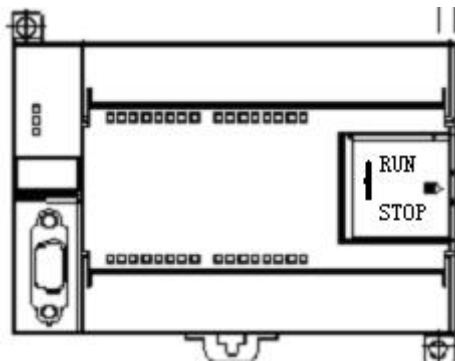

图 1-9-11 S7-200 PLC
- 5、查看西门子 PLC 硬件上模式选择选项把它拨到“STOP”模式，如图 1-9-11 所示；